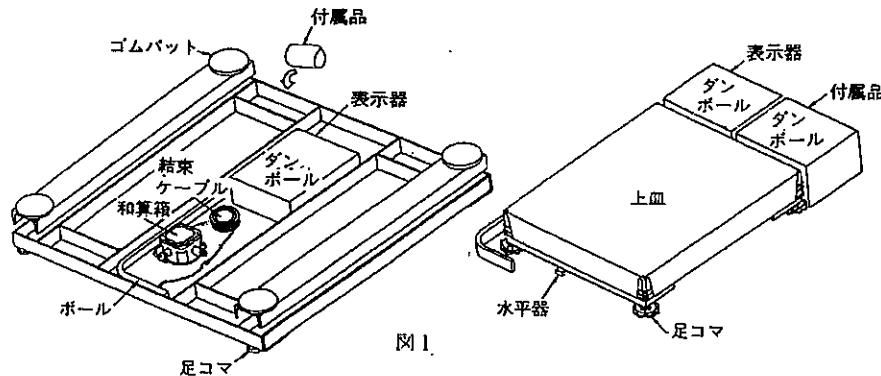

図1
- 図1の状態まで開梱します。(上皿も取り外します。)
- ① 組立-1 の場合同様開梱し、表示器を起こします。(図1、2)
- ② ケースロックネジを取りはずします。(このネジは輸送時のロックです。組立後は取り付けません。)
- ③ 図の様に2ヶ所のツメを押さえケースを開いてください。
- ④ ロックネジをはずし、ケーブル抑え金具を取ります。ロードセルケーブルをロードセルコネクタから抜いてください。
- ⑤ ポール両側の丸キャップ部をA図の様に押し込みながら角度を適度に変え、ロードセルケーブルをポールから抜いてください。